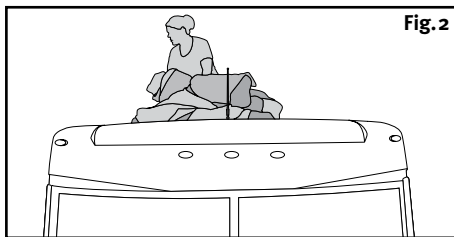

Fig. 2
the roof and take your cover out of its storage bag (Fig. 2).
2. Grimpez avec précaution sur le toit et sortez la housse du sac de rangement (voir Fig. 2). Placez la